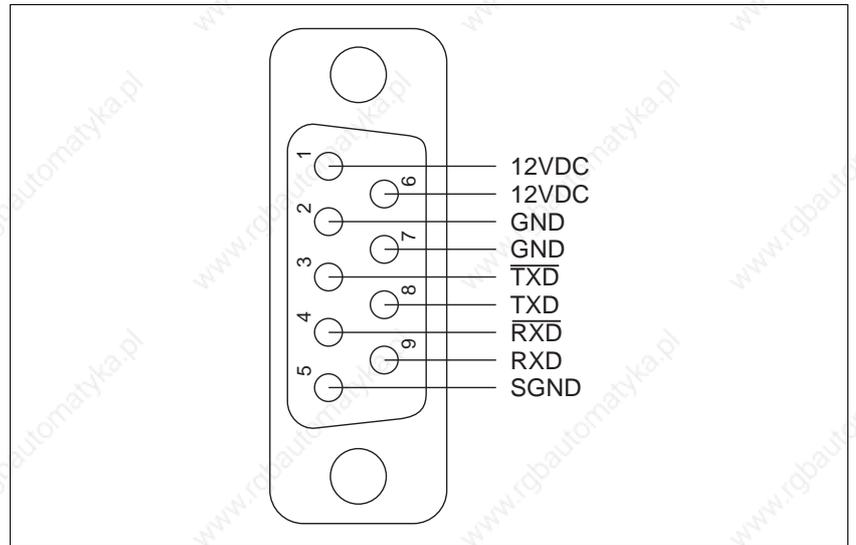

Bild 2-15 Anschluß Schnittstellenstecker Geräteseite
1. Litzen gemäß Bild 2-15 auf Stecker verlöten.